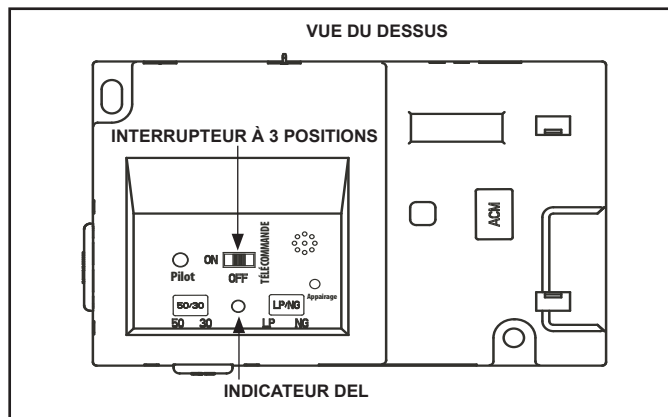

Figure 3.7 IFT-ECM
1. Le module de commande électronique (IFT-ECM) possède un commutateur de sélection à trois positions ON/OFF/REMOTE qui doit être réglé pour un bon fonctionnement. Voir la figure 3.7. Lorsque vous changez la position, il est important de faire une pause de 1 à 2 secondes dans chaque position.